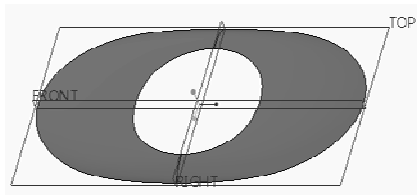
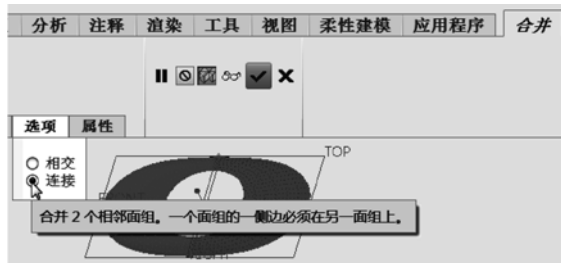

图 8-74 镜像结果
图 8-75 设置合并选项
- ② 选择“RIGHT（基准平面）”作为镜像平面。
- ③ 在“镜像”选项卡中单击“完成”按钮，镜像结果如图 8-74 所示。
- ① 选择原“造型”特征（自由形式曲面），接着按住〈Ctrl〉键的同时选择镜像所得的自由形式曲面。
- ② 在功能区的“模型”选项卡的“编辑”面板中单击“合并”按钮。
- ③ 在“合并”选项卡中打开“选项”面板，选择“连接”单选按钮，如图 8-75 所示。
- ④ 在“合并”选项卡中单击“完成”按钮。